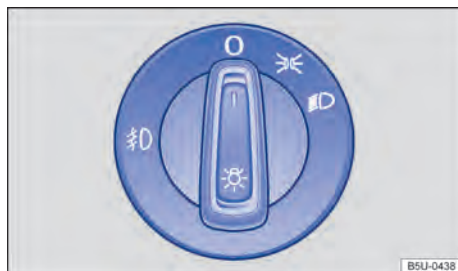

Fig. 63 No painel: interruptor das luzes.
- Ligar o farol de neblina : o interruptor rotativo das luzes → Fig. 63 deve estar na posição  ou . Puxar o interruptor até o primeiro engate.